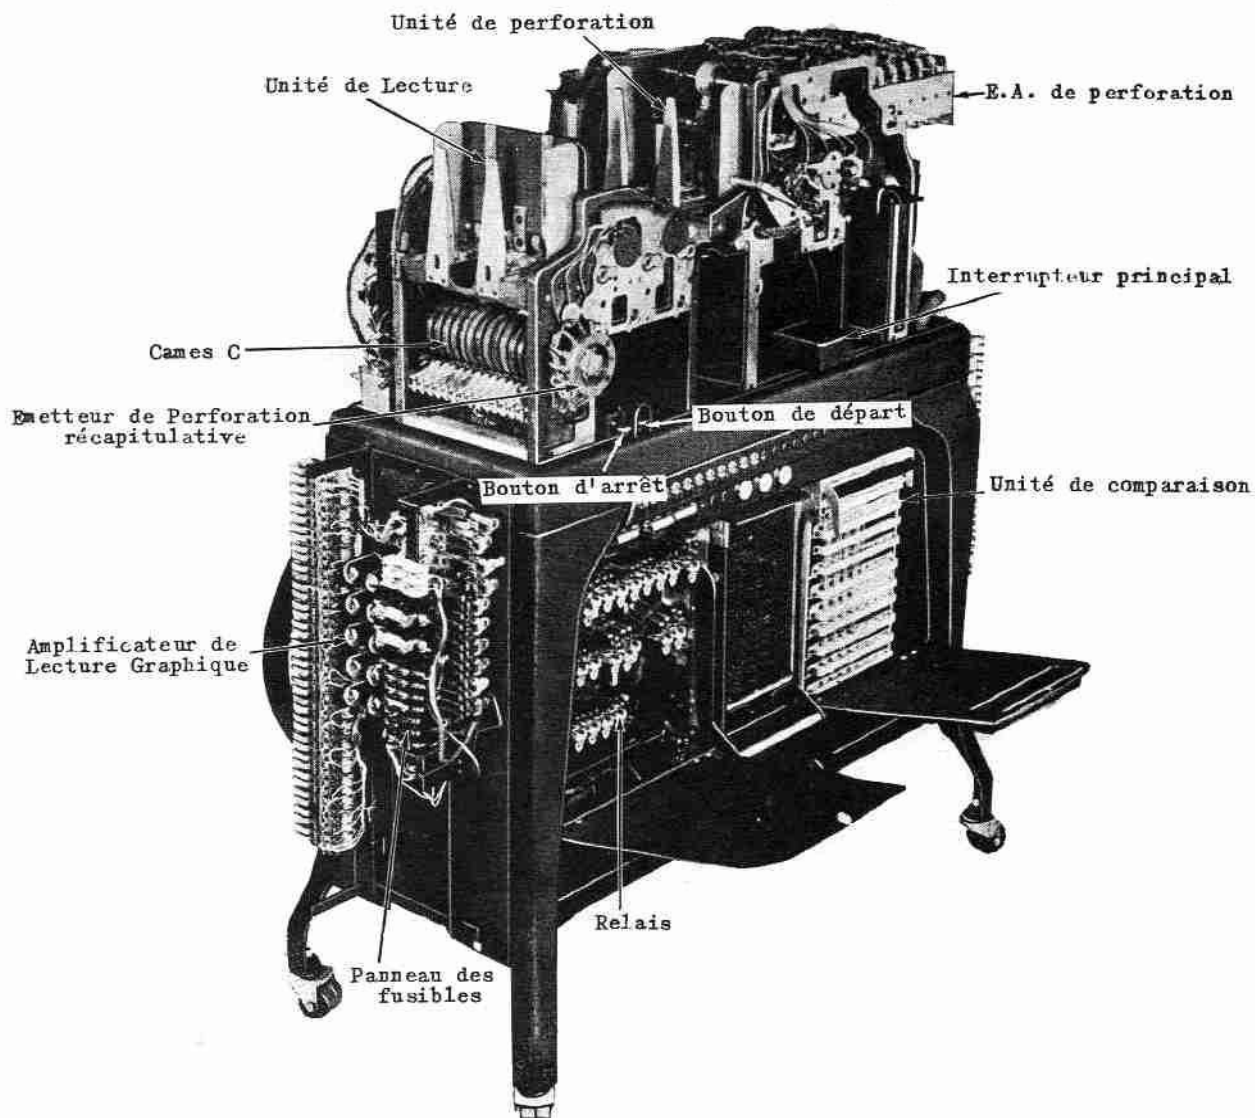

Figure 21 - Vue avant des unités
- Une vue éclatée de la machine (figure 21 du volume-2),